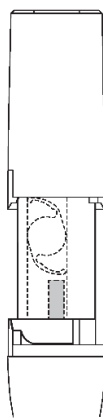

Figure 2
6. Examiner la position de la zone haptique arrière de la LIO. L'haptique arrière doit être alignée sur le bord arrière de la cartouche et l'embout souple de l'injecteur ne doit pas être en contact avec l'haptique arrière (**Figure 2**).